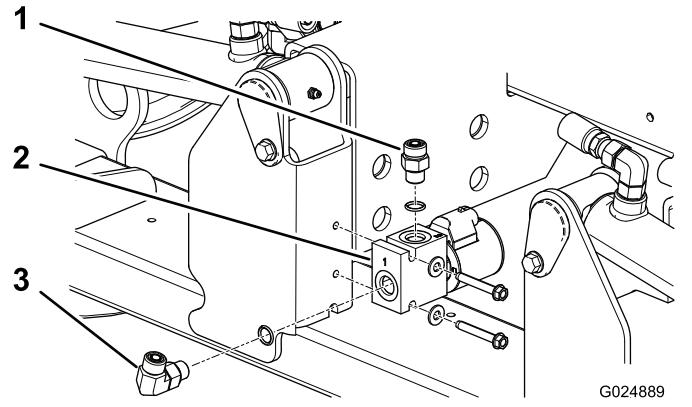

Bild 6
2. Befestigen Sie den linken Mähwerksperrerverteiler mit zwei Blechschrauben ($\frac{1}{4}$ " x $1\frac{3}{4}$ ") am Rahmenrohr. Positionieren Sie den Verteiler, wie in Bild 6 abgebildet.
| 3. Befestigen Sie das gerade Hydraulikanschlussstück oben im Verteiler (Bild 6). | |
| 4. Befestigen Sie das 90-Grad-Hydraulikanschlussstück im Ende des Verteilers (Bild 6). | |